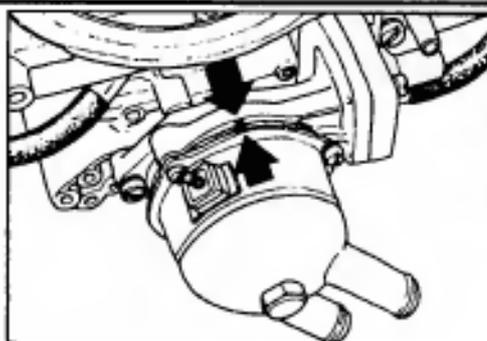

Рис. 5 Совмещение крышки автоматической заслонки
- ж) Установите на место крышку воздушной заслонки, установочная метка на крышке должна совпасть с меткой на корпусе воздушной заслонки (Рис. 5).